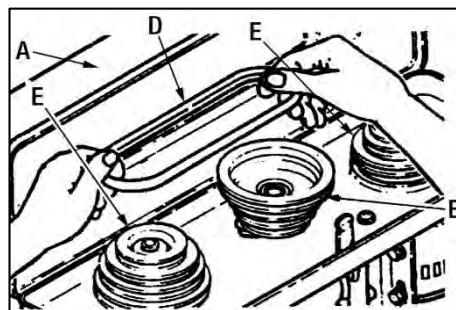
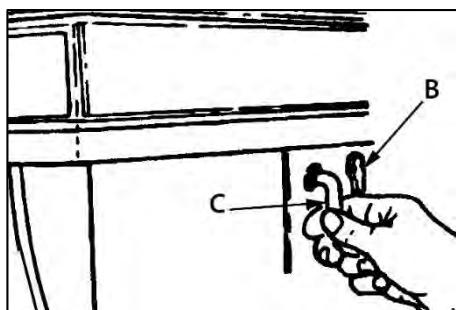

Рисунок 12.
Рисунок 13.
Откройте кожух (A) сверлильной головки (рис. 12), ослабьте фиксаторы (B) натяжения ремней (рис. 13), расположенные с правой и левой стороны головки сверлильного станка. Поверните ручку (C) натяжения ремней по часовой стрелке, чтобы ослабить их натяжение. Затяните фиксаторы натяжения (B).